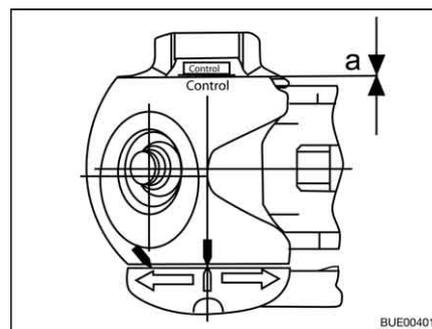

Fig. 189 Controllo usura
- Distanza $a = 0$ (Fig. 189): Controllare guarnizioni di attrito ed ev. sostituirle.